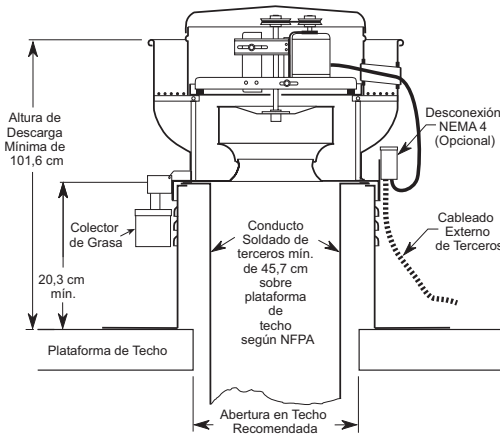

Figura 4
6. Gire la rueda con la mano para asegurarse de que no haya fricción y que gire libremente. La posición de la rueda está predeterminada y la unidad se somete a pruebas de funcionamiento en la fábrica. Es posible que se produzcan movimientos durante el envío y que sea necesaria una realineación. Consulte la Figura 4 y la tabla para ver las dimensiones apropiadas de superposición.
Gire la rueda con la mano para asegurarse de que no haya fricción y que gire libremente. La posición de la rueda está predeterminada y la unidad se somete a pruebas de funcionamiento en la fábrica. Es posible que se produzcan movimientos durante el envío y que sea necesaria una realineación. Consulte la Figura 4 y la tabla para ver las dimensiones apropiadas de superposición.